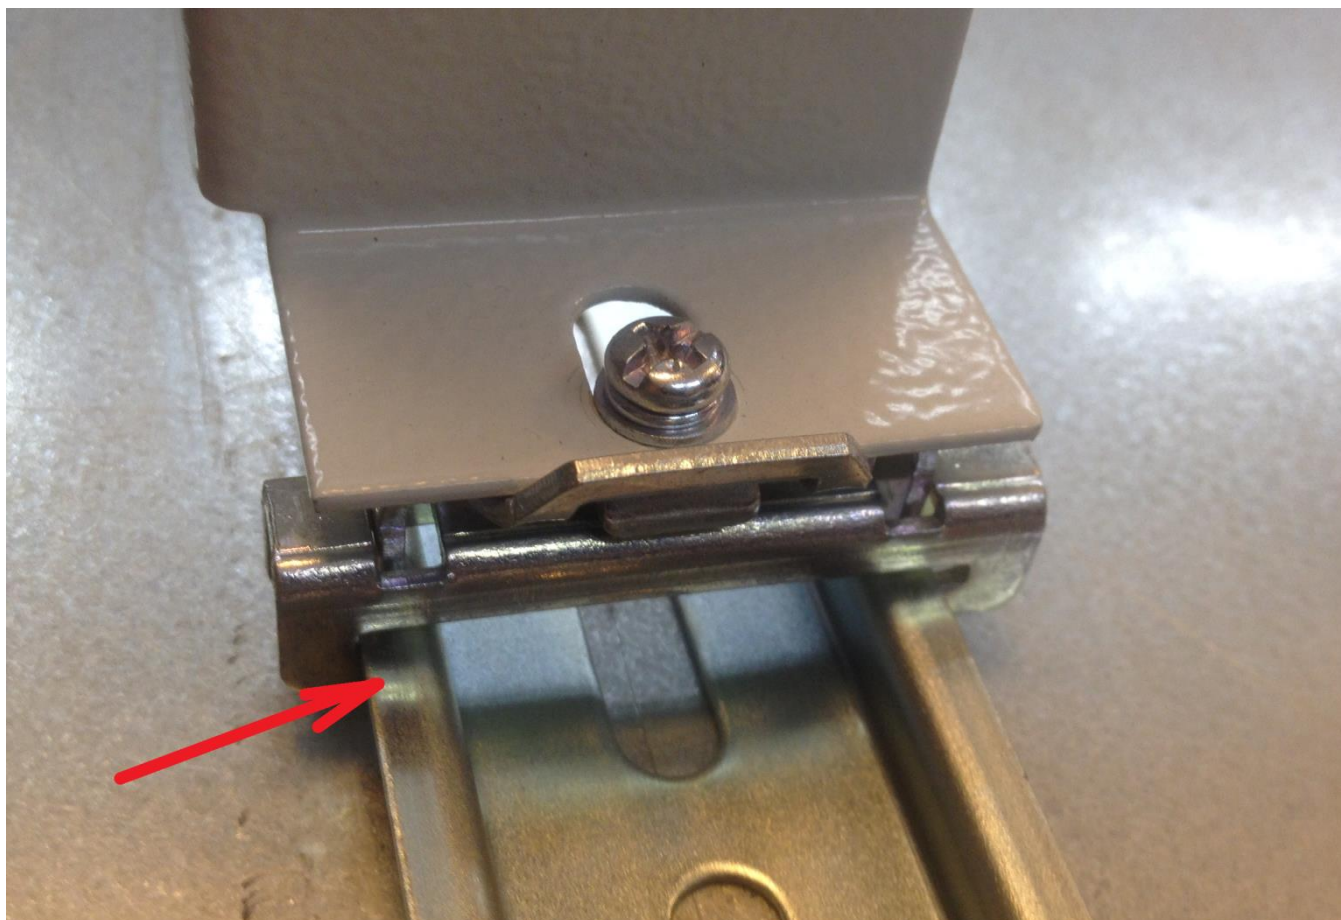

Рис.3.2-1 Положение крепления на din-рейку
3.2 Наденьте крепления полки на din-рейку так, чтобы крючки обоих креплений надежно сели на din-рейку Рис.3.2-1
3.3 Сдвиньте крепление полки так, что бы нижние крючки крепления уперлись в край din-рейки. На Рис.3.2-1 стрелка указывает правильное положение крепления.